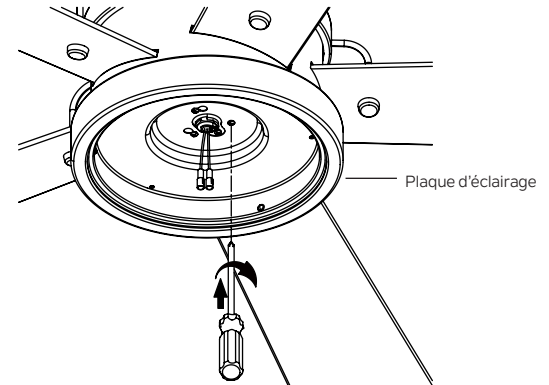

Fig. 20
Étape 2. Placez les deux trous de fente sur la plaque d'éclairage sur les 2 vis précédemment desserrées depuis la plaque de montage. Faites pivoter la plaque d'éclairage jusqu'à ce qu'elle se verrouille en place à l'extrémité étroite des trous de clé. Fixez en serrant les 2 vis précédemment desserrées et celle précédemment retirée. (Fig. 20)